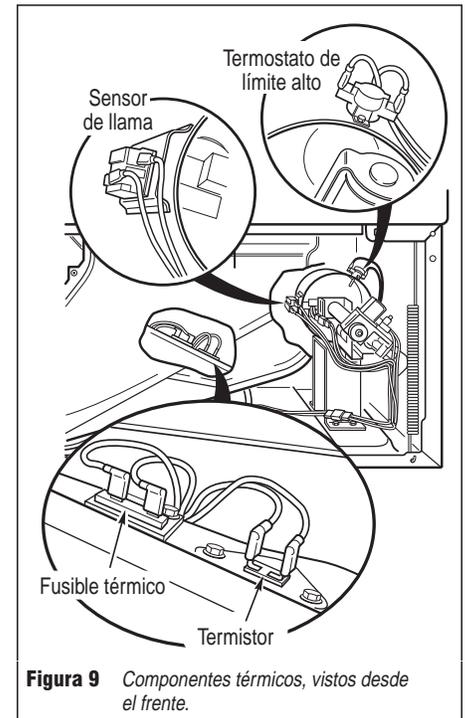

Figura 9 Componentes térmicos, vistos desde el frente.
2. Remueva el panel de pie para tener acceso a los componentes térmicos. Vea la figura 13 en la página 6. Localice los componentes usando la figura 9.
4. Ubique el termostato de límite alto. Vea la figura 9. Mida la continuidad a través del termostato conectando las sondas del medidor en las terminales del alambre rojo y del alambre azul.
- Compruebe las conexiones de los alambres a los componentes electrónicos del control de la máquina y al termistor. Vea Acceso y remoción de los ensamblajes electrónicos, en la página 7 y la figura 9 para la ubicación del termistor.
- Si las conexiones de alambres están conformes, retire los dos alambres del termistor y reemplace el termistor. Vea la figura 9.
2. Logre acceso al fusible térmico retirando primero el panel de pie. Vea Remoción del panel de pie en la página 6 y la figura 9 en la página 4 para la ubicación del fusible térmico.